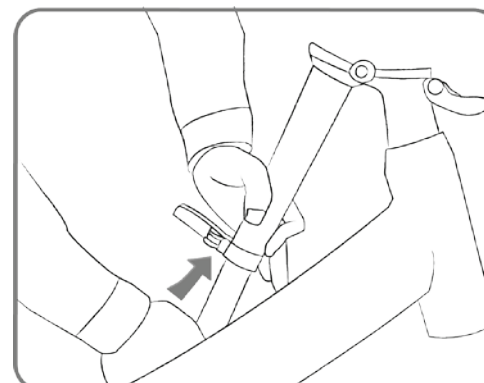

fig. 6
8. Optioneel: Schuif de stuurstang in (fig. 6)